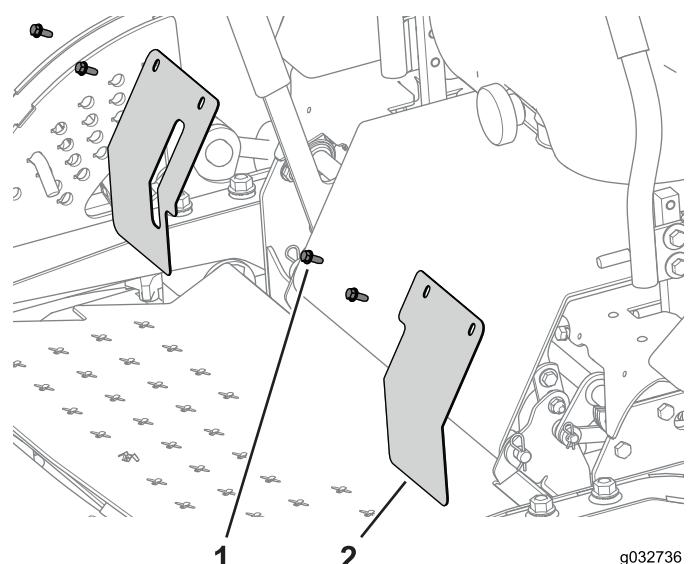

Bild 128
3. Befestigen Sie die Abdeckplatten mit den Schrauben ($\frac{1}{4}$ " x $\frac{5}{8}$ ") an der Maschine (Bild 128).